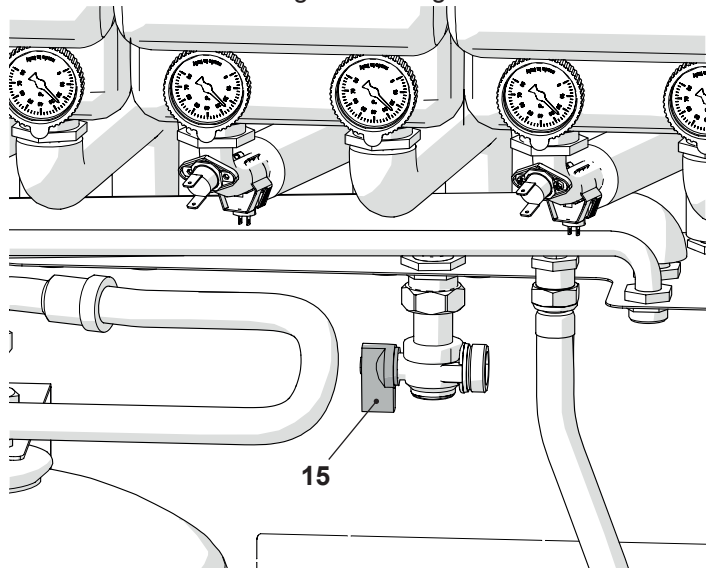

Figura 4.1
- Aprire il rubinetto del contatore gas e quello del sistema 15 in Figura 4.1.
- Richiudere il rubinetto gas 15 in Figura 4.1.